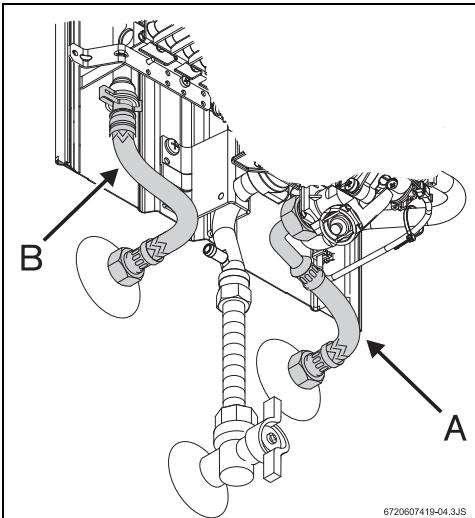

Рис. 11 Подключение водопровода
- Следить за тем, чтобы при подключении не перепутать место подсоединения водопровода холодной воды (рис. 11, [поз. A] - не поставляется с оборудованием) с местом подсоединения водопровода горячей воды (рис. 11, [поз. B]).